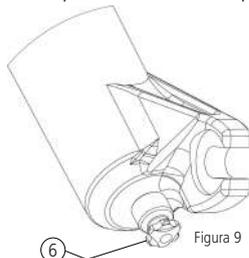

Figura 9
Para regular a velocidade de retorno utilize o botão (6) que está localizado na parte inferior do monobloco na perna hidráulica (Figura 9).